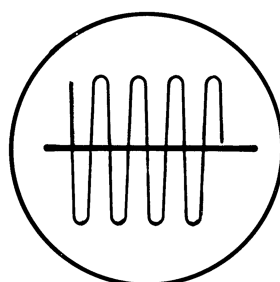

Abb. 2
- Régler à 87,3 MHz L 5 (oscillateur) et à 90 MHz L 3 (HF) pour la meilleure forme sinusoidale de la courbe et au maximum d'amplitude (voir figure 2).
- Régler comme ci-dessus à 105 MHz C 20 (oscillateur) et à 100 MHz C 12 (HF).
- Tarare la L 112 (oscill.) con 505 kHz e la L 105 (prest) con 600 kHz a migliore curva sinusoidale e massima ampiezza (vedi fig. 2).
- Tarare il C 119 (oscill.) con 1650 kHz e il C 106 (prest.) con 1400 kHz a migliore curva sinusoidale e massima ampiezza (vedi fig. 2).
- Tarare la L 110 (oscill.) con 143 kHz e la L 103 (prest) con 145 kHz a migliore curva sinusoidale e massima ampiezza (vedi fig. 2).
- Tarare il C 115 (oscill.) con 280 kHz e il C 104 (prest.) con 260 kHz su migliore curva sinusoidale e massima ampiezza (vedi fig. 2).
- Tarare la L 114 (oscill.) con 5,5 MHz e la L 108 (prest) con 6 MHz su migliore curva sinusoidale e massima ampiezza (vedi fig. 2).
- Tarare il C 123 (oscill.) con 17 MHz e il C 108 (prest.) con 15 MHz su migliore curva sinusoidale e massima ampiezza (vedi fig. 2).
- Tarare la L 5 (oscill.) con 87,5 MHz e la L 3 (AF) con 90 MHz su migliore curva sinusoidale e massima ampiezza (vedi fig. 2).
- Tarare il C 20 (oscill.) con 105 MHz e il C 12 (AF) con 100 MHz su migliore curva sinusoidale e massima ampiezza (vedi fig. 2).
- Bei 505 kHz L 112 (Osz.) und bei 600 kHz L 105 (Vorkr.) auf beste Sinuskurvenform und max. Amplitude einstellen (siehe Abb. 2).
- Bei 1650 kHz C 119 (Osz.) und bei 1400 kHz C 106 (Vorkr.) auf beste Sinuskurvenform und max. Amplitude einstellen (siehe Abb. 2).
- Bei 143 kHz L 110 (Osz.) und bei 145 kHz L 103 (Vorkr.) auf beste Sinuskurvenform und max. Amplitude einstellen (siehe Abb. 2).
- Bei 280 kHz C 115 (Osz.) und bei 260 kHz (Vorkr.) C 104 auf beste Sinuskurvenform und max. Amplitude einstellen (siehe Abb. 2).
- Bei 5,5 MHz L 114 (Osz.) und bei 6 MHz L 108 (Vorkr.) auf beste Sinuskurvenform und max. Amplitude einstellen (siehe Abb. 2).
- Bei 17 MHz C 123 (Osz.) und bei 15 MHz C 108 (Vorkr.) auf beste Sinuskurvenform und max. Amplitude einstellen (siehe Abb. 2).
- Bei 87,3 MHz L 5 (Osz.) und bei 90 MHz L 3 (HF) auf beste Sinuskurvenform und max. Amplitude einstellen (siehe Abb. 2).
- Bei 105 MHz C 20 (Osz.) und bei 100 MHz C 12 (HF) auf beste Sinuskurvenform und max. Amplitude einstellen (siehe Abb. 2).
- At 505 kHz adjust L 112 (oscillator) and at 600 kHz adjust L 105 (RF circuit) to obtain best sine curve shape and maximum amplitude (See Fig. 2).
- At 1650 kHz adjust C 119 (oscillator) and at 1400 kHz adjust C 106 (RF circuit) for best sine curve shape and maximum amplitude (See Fig. 2).
- At 143 kHz adjust L 110 (oscillator) and at 145 kHz adjust L 103 (RF circuit) for best sine curve shape and maximum amplitude (See Fig. 2).
- At 280 kHz adjust C 115 (oscillator) and at 260 kHz adjust C 104 (RF circuit) for best sine wave shape and maximum amplitude (See Fig. 2).
- At 5.5 MHz adjust L 114 (oscillator) and at 6 MHz adjust L 108 (RF circuit) for best sine curve shape and maximum amplitude (See Fig. 2).
- At 17 MHz adjust C 123 (oscillator) and at 15 MHz adjust C 108 (RF circuit) for best sine curve shape and maximum amplitude (See Fig. 2).